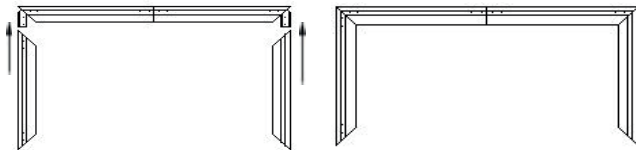

Imagen 5
5. Deslice las piezas verticales del marco (B) en las esquinas (Imagen 5).